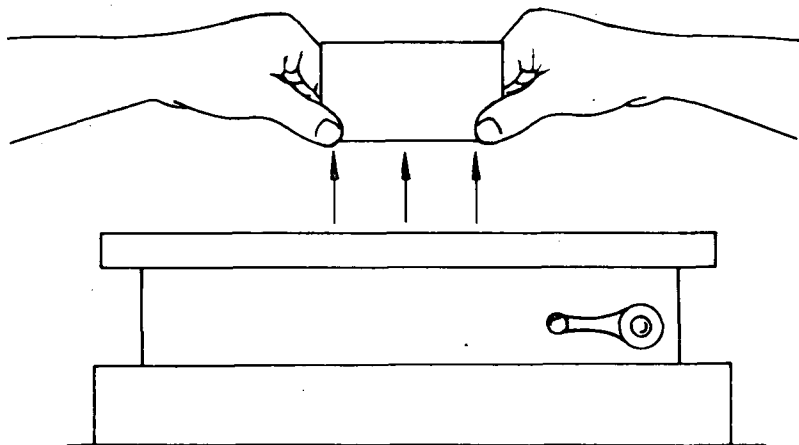

Fig. 7
- b Levante a peça e retire-a (fig. 7).